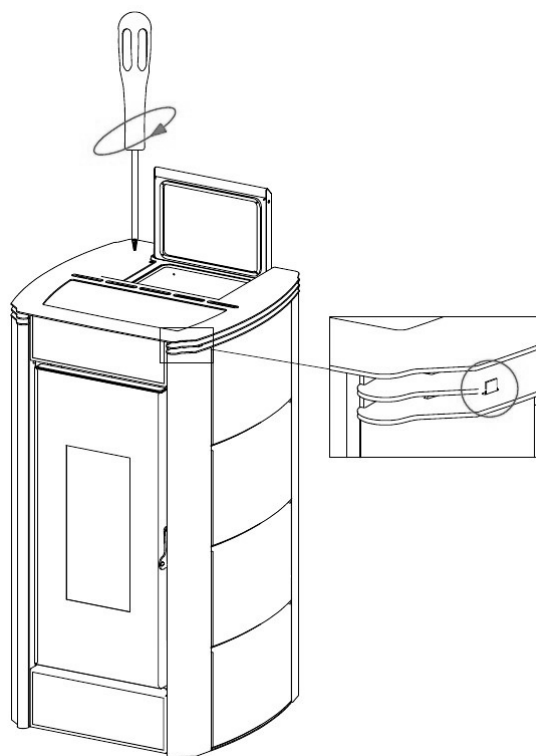

Fig. 41 - Positionner le couvercle
- Repositionner le couvercle en centrant les dents correspondantes (voir Fig. 41).